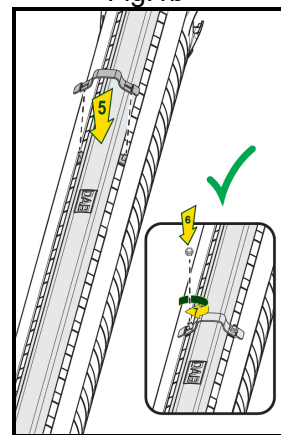

Fig.3
4. Fixați suportul de închidere (Fig3).
5. Înșurubați piulițele autoblocante (Fig3).